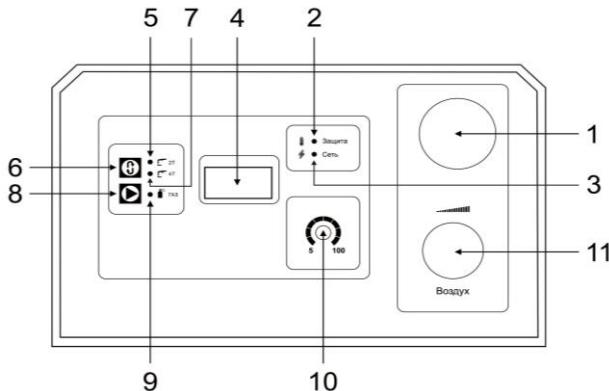

Рис.3. Панель управления
2.1. Вращая ручку регулятора (Рис.3, п.10), выставите параметры следующим образом:
2.2. Кнопка выбора 2T и 4T режимов (Рис.3, п.6). Двухтактный режим работы — это режим, при котором в течение всего сварочного процесса кнопка на горелке должна быть нажата.
2.3 Кнопка проверки воздуха: короткое нажатие на кнопку выпускает небольшой объем воздуха, длительное нажатие (более 1С) служит для большего выпуска объема воздуха. Позволяет проверить оба газовых клапана (Рис.3, п.8).
Внезапная остановка может произойти из-за перегрева. При перегреве аппарата загорается индикатор «Защита» (Рис.3), и процесс резки автоматически останавливается. При этом, не отключая аппарат, дождитесь, пока внутренняя температура не станет соответствовать стандартному диапазону. И погаснет индикатор.